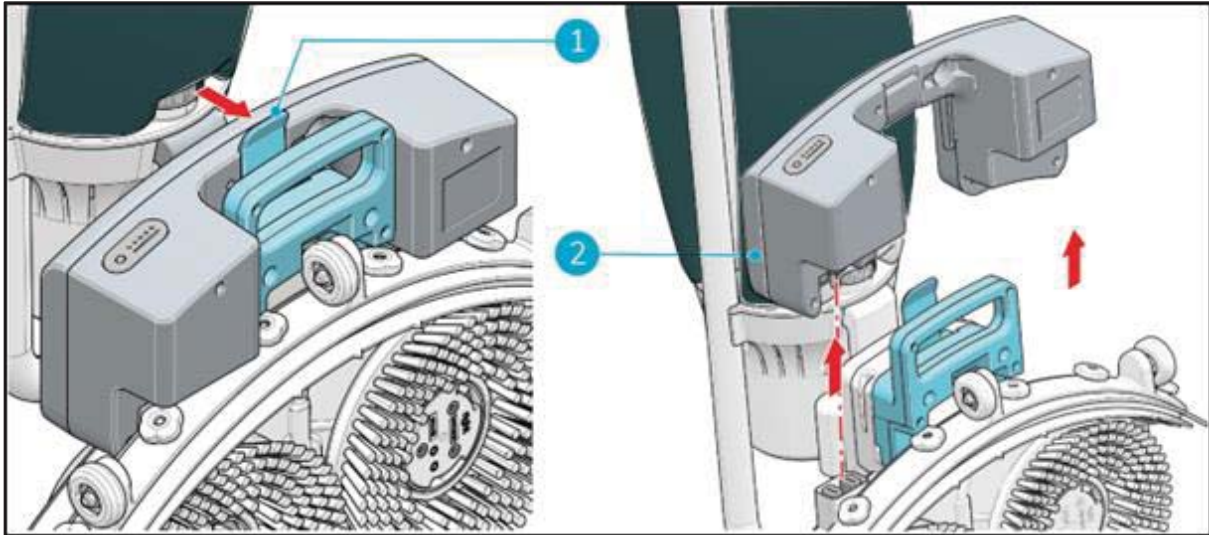

Figure 23
3. Poussez l'agrafe de retenue vers l'intérieur (Figure 23, pos 1). La batterie se soulève de son ancrage. Retirez la batterie (Figure 23, pos 2).